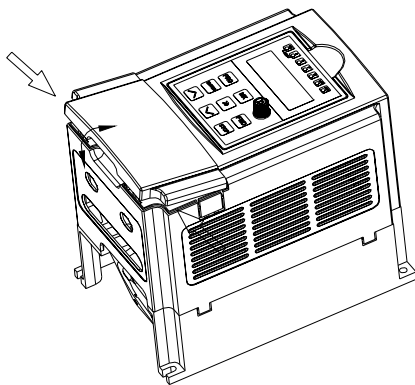

图 1-8 15KW 以下机型操作键盘拆卸图（塑胶机壳）
1.8.2.2 15KW（含）以下塑胶机型操作键盘拆卸和安装（见图 1-8）